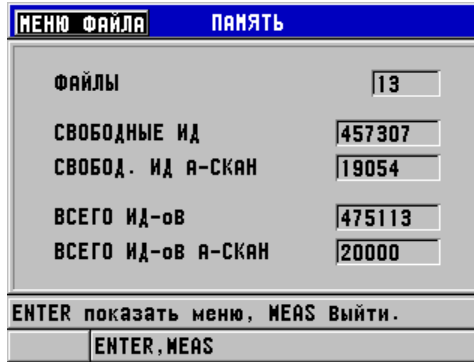

Рис. 6-34 Экран состояния ПАМЯТИ
1. Нажмите клавишу **[FILE]**, выберите **ПАМЯТЬ** и нажмите клавишу **[ENTER]**, чтобы открыть экран состояния **ПАМЯТЬ** (см. Рис. 6-34 на стр. 123). Данный экран отображает количество файлов, сохраненных на внутренней памяти, а также текущую емкость памяти.